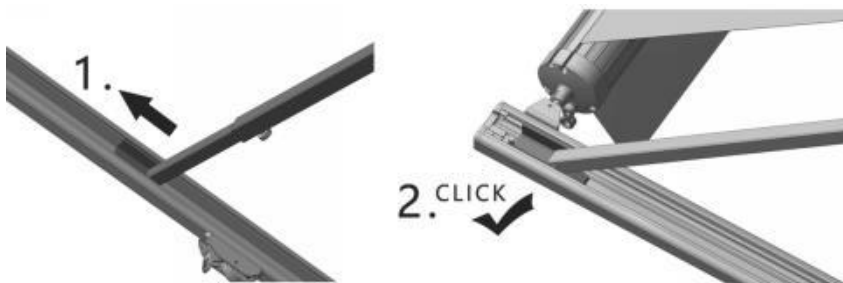

Abbildung D5
4.1.4 Schieben Sie die innere Stange entlang der Stützstange heraus, schieben Sie sie in die Schnalle am Kopf des Stützarms (Abbildung D5) und rasten Sie sie dort ein. Ziehen Sie anschließend den schwarzen Feststellknopf fest, um die innere Stange zu fixieren.